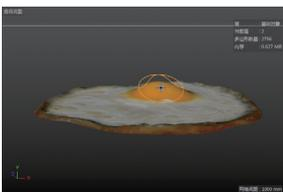

图 5-37
**06** 边缘拉起完成后，再单击“反转蒙板”按钮，反转到煎蛋内部进行蛋黄部分的拉起操作，如图 5-37 所示。